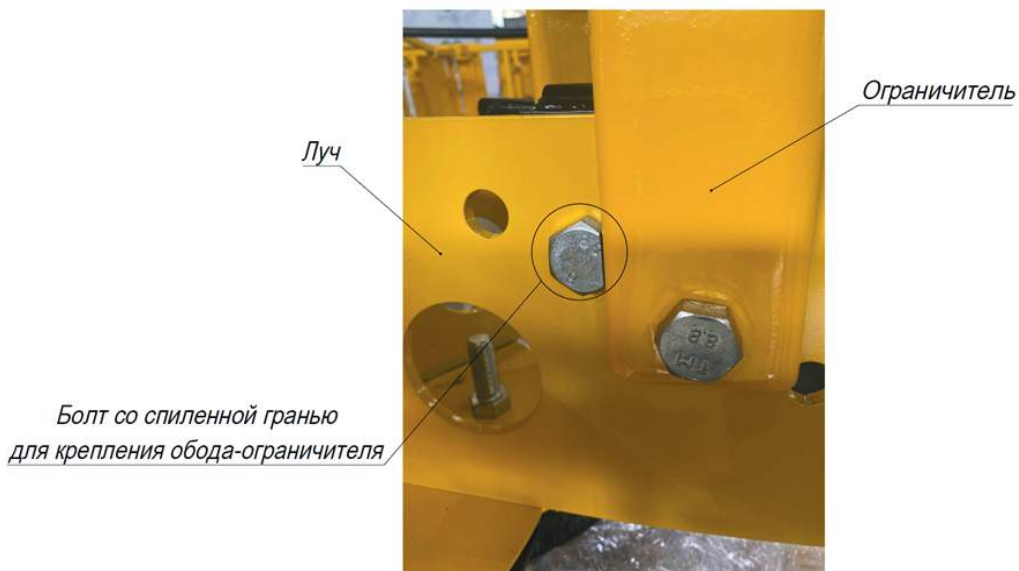

Рис. 14. Расположение ограничителя справа от отверстия для крепления обода-ограничителя
2. При установке ограничителя в отверстие, находящееся справа от отверстия для крепления обода-ограничителя, разверните болт спиленной гранью к ограничителю (направо) (см. рис. 14).